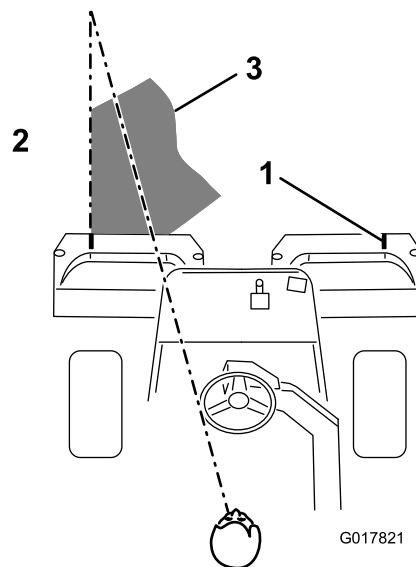

图41
3. 剪草返回通道仅与之前剪草路径少量重叠。为了保持以直线方式穿过果岭，并使得机器与此前剪草的边缘保持等距，请在机器前到果岭未剪部分的边缘虚构一条长约 1829~3048mm 的视线（图41）。有人发现，将方向盘的外缘看作视线的一部分非常有用；即让方向盘边缘对准与机器前面始终保持等距的某个点（图41）。